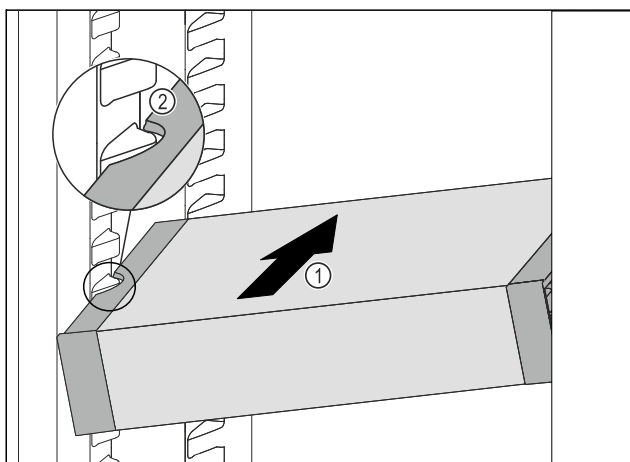

Fig. 132
- A VarioSafe fiókot ferden tolja be a hűtőrészbe Fig. 132 (1) annyira, hogy a VarioSafe oldalsó kivágásai Fig. 132 (2) a hűtőrészben a tartóborda magasságában legyenek.